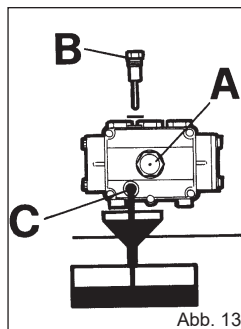

Abb. 13
- 2) Den Deckel mit dem Kontrollstab (Abb.13) aufdrehen.